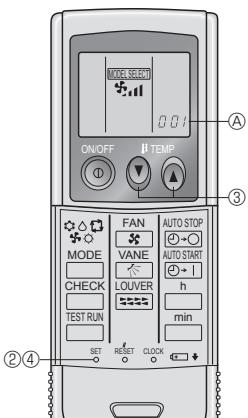

Fig. 6-3
2) Preparación inicial (Fig. 6-3)
- ① Introduzca las pilas.